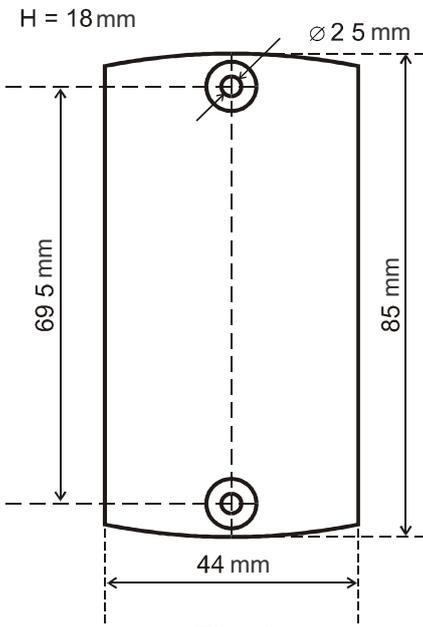

Fig. 1
1. Marquer et percer les trous de montage de mêmes dimensions que ceux existant sur le boîtier du lecteur (Fig. 1).